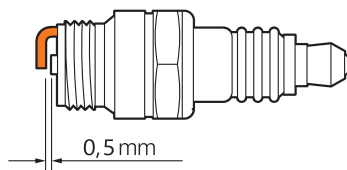

Рис. 22
- Измерьте зазор между электродами свечи при помощи плоского щупа. При необходимости откорректируйте зазор, осторожно подгибая боковой электрод. Зазор должен быть 0,5 мм (Рис. 22).